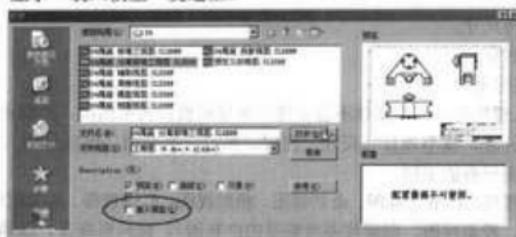

图 6-30 选择一个分离工程图文件后的“打开”对话框
(4) 指定文件名称、目录, 然后单击“保存”按钮, 文件被另存为分离的工程图“04 尾座 分离标准三视图.slddrw”。
(5) 关闭该工程图文件。单击 $\square$  (打开) 工具，在弹出的“打开”对话框中，选择工程图文件“04 尾座 分离标准三视图.slldraw”，如图 6-30 所示，此时，系统识别出该工程图为分离工程图，显示“装入模型”复选框。